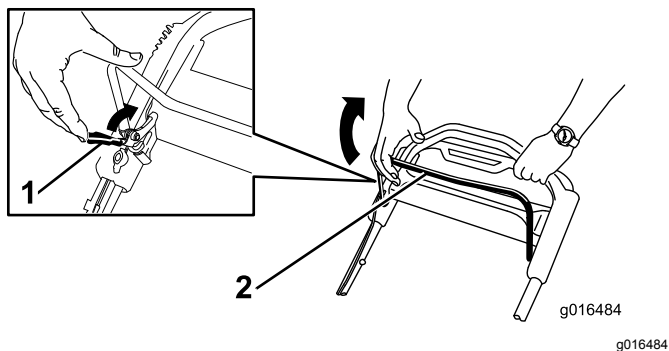

Figura 22
- Puxe o bloqueio da barra de controlo da lâmina em direção à barra (Figura 22).
- Puxe a barra de controlo **lentamente** para trás, em direção à pega (Figura 22).